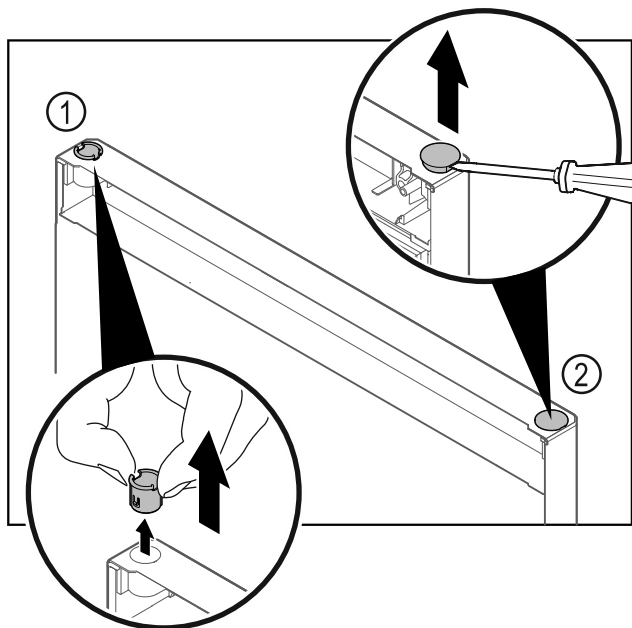

Fig. 26
- ▶ Húzza ki az ujjával a csuklópánt-perselyt Fig. 26 (1).
- ▶ A fedődugót Fig. 26 (2) egy lapos csavarhúzóval óvatosan emelje meg és húzza ki.